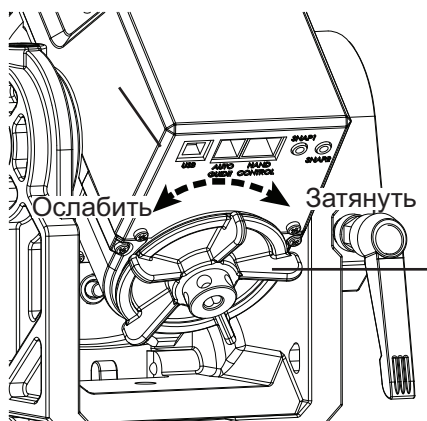

Рис. 2.1a
1. Для вращения телескопа по оси прямого восхождения ослабьте фиксатор оси прямого восхождения (рис. 2.1a).